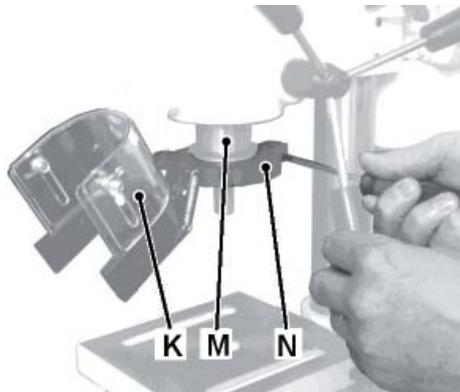

Рис. 2
- Установите защиту патрона (K, Рис. 2) на сверлильную пиноль (M), прежде чем монтировать патрон.